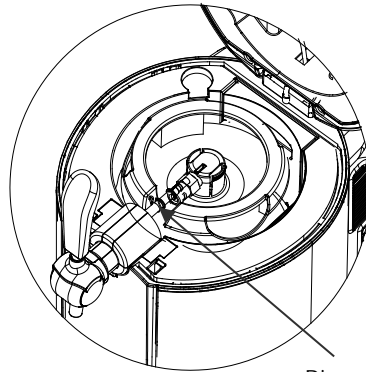

Figuur 8
2. Installeer de nieuwe adapter op de thuisstap en controleer of de slang goed is aangesloten. (Figuur 8 en 9)